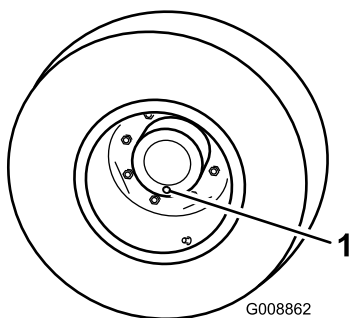

Figura 89
1. Con la macchina parcheggiata su una superficie piana, posizionate la ruota in modo che un tappo di controllo si trovi nella posizione inferiore (ore 6) (Figura 89).